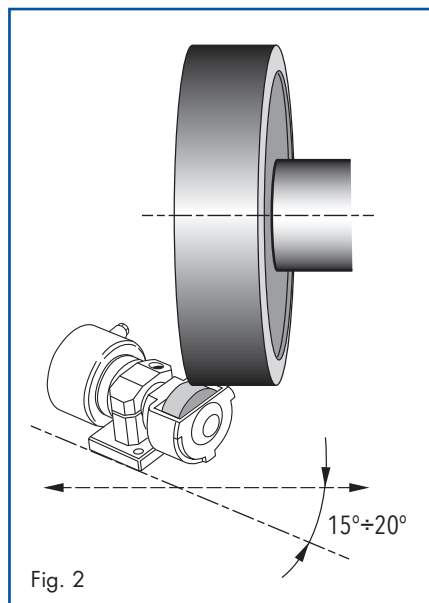

Fig. 2
2. Inclinare l'attrezzatura di 15° - 20° (vedi Fig. 2) rispetto all'asse di oscillazione in modo che il ravvivamole lavori leggermente inclinato rispetto alla mola da rettificare